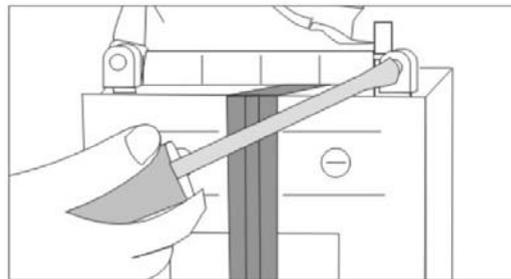

Fig. 41
- 6.2.3 Rimuovere la vite che fissa il filo di terra (nero) collegato al morsetto negativo (-) della batteria utilizzando l'estremità del cacciavite del kit utensili. (Fig. 41)